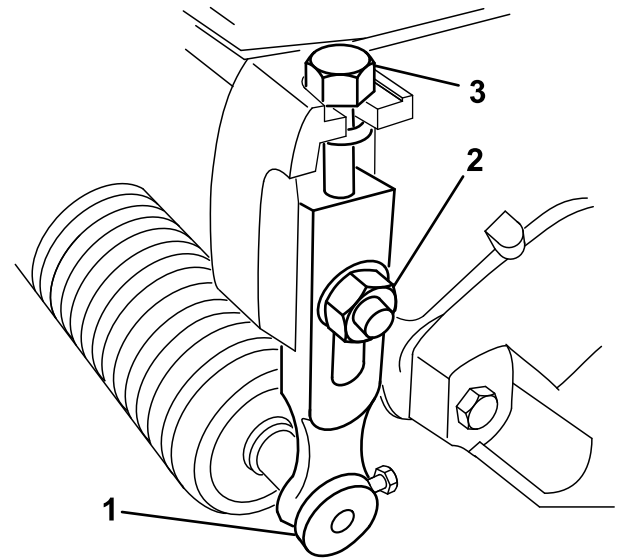

图15
1. 松开将剪草高度臂固定到滚刀组侧板上的锁紧螺母 **图15**。